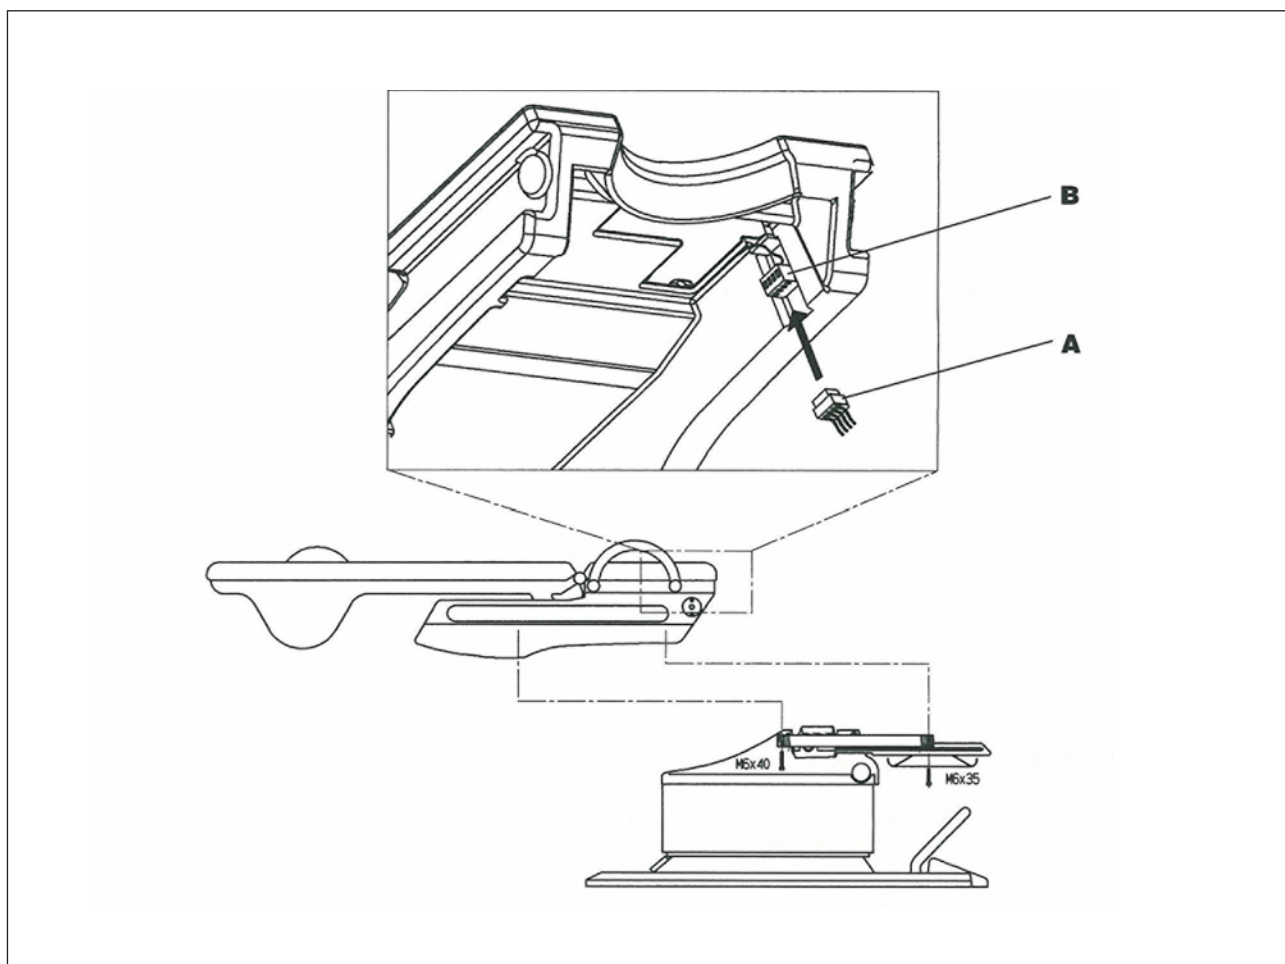

Fig 3.1
- 3) Pour l'alimentation électrique du dossier et du mini-interrupteur correspondant, connecter le contact à insertion 4 pôles de la partie basse (voir Fig 3.1.A) au contact à insertion 4 pôles de la partie supérieure (voir Fig. 3.1.B)